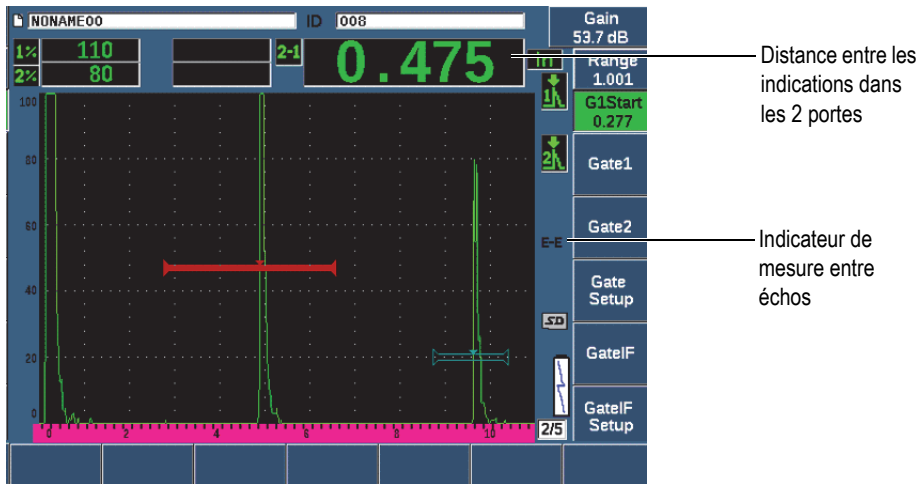

Figure 7-7 Exemple de mesure entre échos
2. Comme le montre l'exemple de la Figure 7-7 à la page 146, positionnez la porte 1 sur le premier écho à contrôler, et puis positionnez la porte 2 sur le second écho à contrôler.